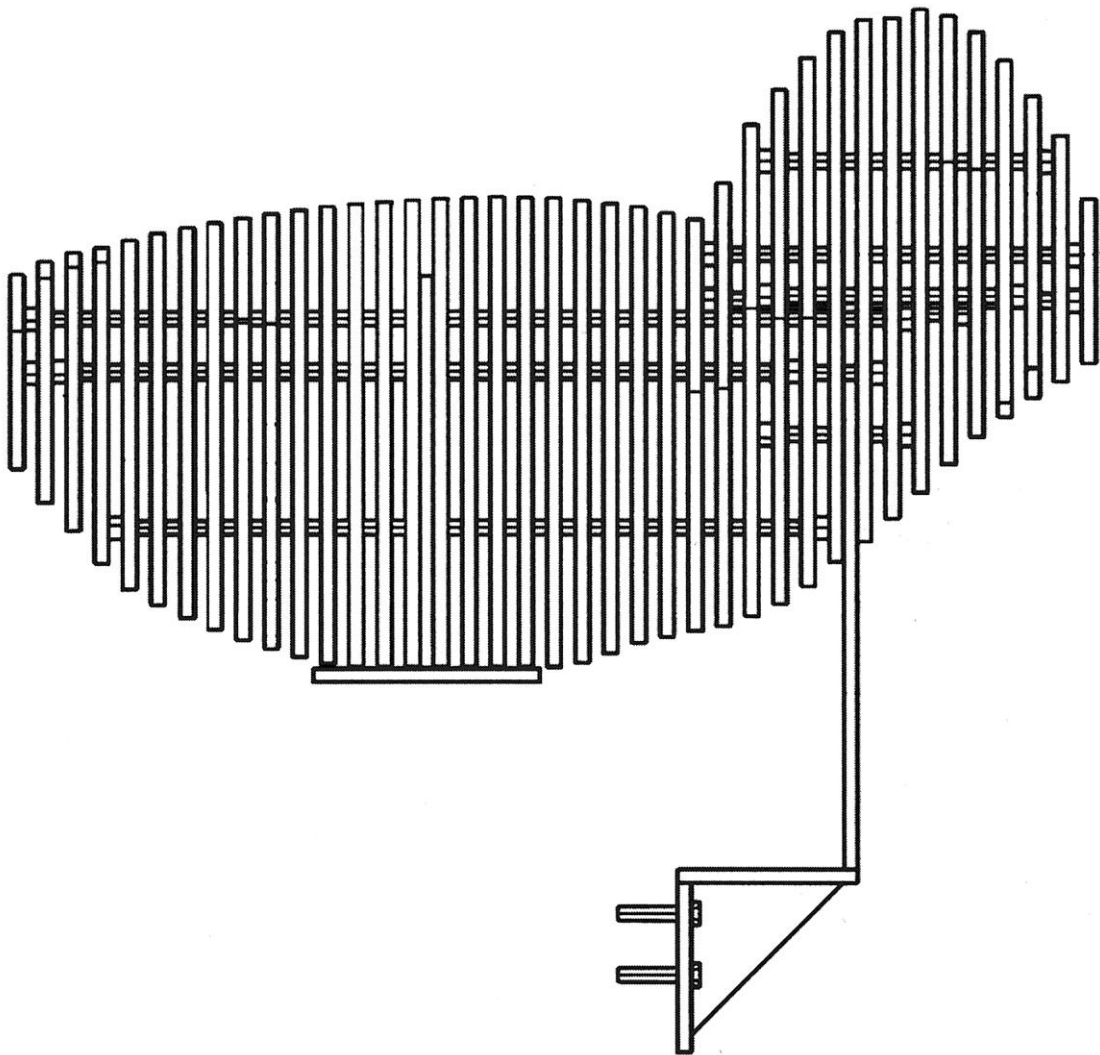

Fig.3
- Fig. 3** – przedstawia wtyczkę w widoku z prawej strony.